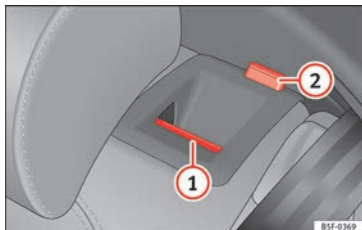

Fig. 152 En el respaldo del asiento trasero: tecla de desbloqueo (1); marca roja (2).
- Tire de la tecla de desbloqueo »» fig. 152 (1) hacia delante y, al mismo tiempo, abata el respaldo.
- El respaldo trasero está desbloqueado cuando se ve una marca roja en la tecla (2).
El respaldo trasero está desbloqueado cuando se ve una marca roja en la tecla »» fig. 152 (2).